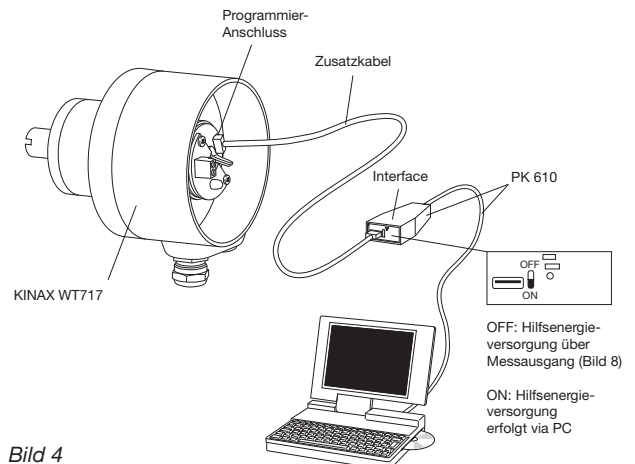
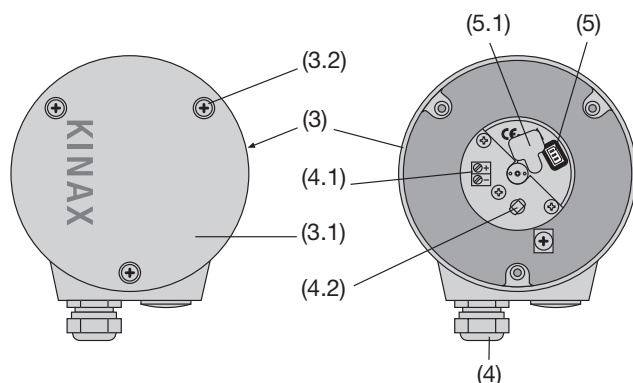

Bild 4
Bild 6. Rückenteil (3) mit Klemmen (4.1) und Stopfbuchse (4).
1. Deckel (3.1 in Bild 6) entfernen. Durch Abziehen des Gumi-Verschlusses (5.1) wird der Programmieranschluss (5) zugänglich (siehe Abschnitt "8.1 Leitungen anschliessen"). KINAX WT 717 nach Bild 4 mit der Programmiereinrichtung verbinden. Konfigurations-Software 2W2 starten. Gerät – wenn nötig – mit den gewünschten Messbereichsdaten konfigurieren.
1. Messumformer in Betrieb nehmen und gemäss Bild 4 an Programmierereinrichtung anschliessen (Schalter AUX am PK 610 auf OFF).